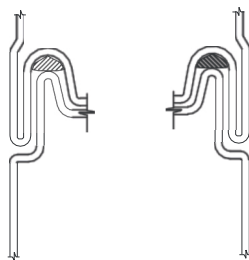

Рис. 21
- установить следующую панель таким образом, чтобы паз верхней панели закрывал шип нижней панели согласно Рис. 21;